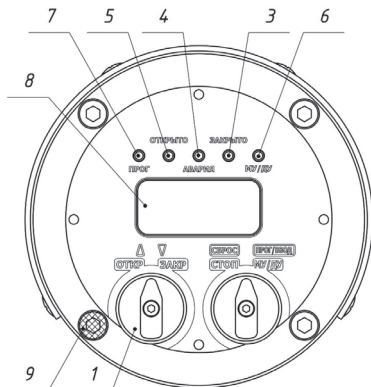

Рис. 9 – Внешний вид МПУ
Местный пост управления (МПУ) находится на лицевой панели электропривода и предназначен для управления, настройки параметров и отображения состояния электропривода. Внешний вид МПУ с позиционным обозначением элементов приведен на рис. 9.
- поворотные рукоятки подачи команд (поз. 1 на рис. 9) и выбора режимов управления (поз. 2 на рис. 9);
- единичные светодиодные индикаторы световой сигнализации (поз. 3...7 на рис. 9);
- цифровой дисплей (поз. 8 на рис. 9) отображения текстовой и знаковой информации.